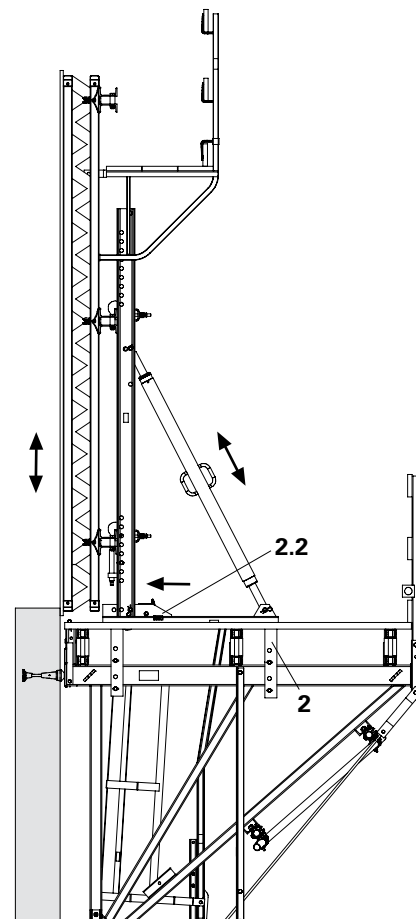

Fig. B2.12
7. Portare il carrello (2) con la cassaforma verso la parete. Bloccare il carrello con il cuneo (2.2).
8. Regolare la cassaforma. (Fig. B2.12)